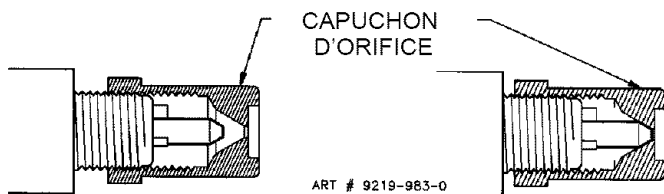

FIGURE 15A
- Dévisser les capuchons d'orifice des brûleurs de façon à ce qu'ils ne reposent pas contre les broches. (Voir la figure 15A). Soit approximativement 1 1/2 à 2 tours.